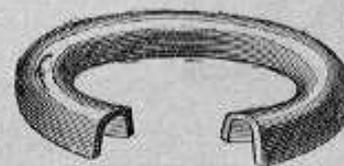

Fig. 74.
**Modèle de cuir embouti de presse hydraulique** (fig. 74). . . . . 5 »